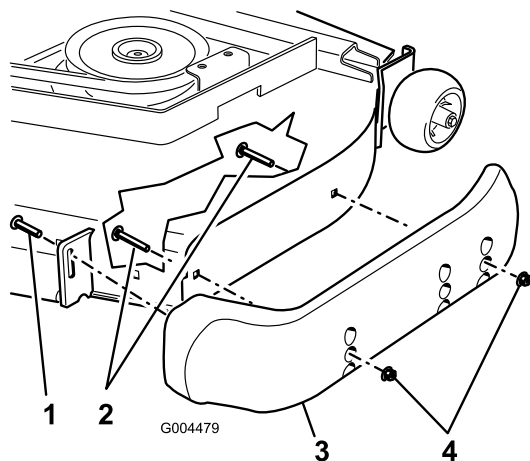

Figura 7
3. Desaperte o parafuso na frente de cada patim. Há 2 patins nos cortadores Guardian e 1 patim nos cortadores de descarga lateral (Figura 7).